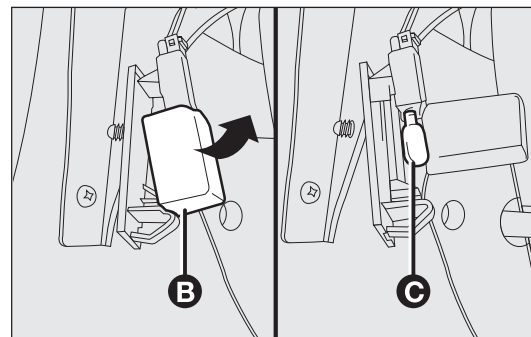

fig. 164
- ouvrir la protection B-fig. 164 et remplacer l'ampoule C insérée à pression ;